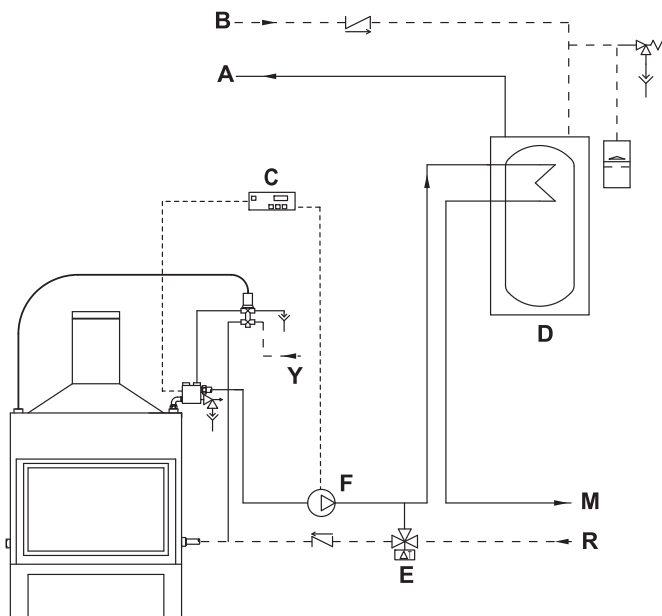

Fig. 1
- Gli attacchi **M** e **R** vanno collegati rispettivamente alla mandata e al ritorno dell'impianto (Fig.1).
- Viene fornito a titolo indicativo uno schema di funzionamento del kit applicato al TERMOPALEX (Fig.1).
- Los empalmes **M** y **R** se conectan, respectivamente, a la alimentación y el retorno del equipo (Fig.1).
- Se proporciona, de forma indicativa, un esquema de funcionamiento del kit aplicado al TERMOPALEX (Fig.1).
- Les raccords **M** et **R** doivent être raccordés respectivement au départ et au retour de l'installation (Fig.1).
- Est fourni à titre indicatif un schéma de fonctionnement du kit appliqué au TERMOPALEX Fig.1
La sonda deve essere inserita nel lato opposto in cui è inserito il kit (Fig. 1).
La sonda debe insertarse en el lado opuesto al del kit (Fig.1).
La sonde doit être insérée dans le côté opposé où est le kit (Fig. 1).